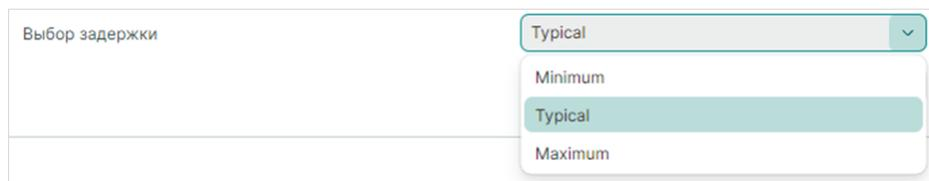

Рис. 111 Выбор режима задержки
- «Выбор задержки» – выбор режима задержки. Зависит от наличия соответствующих директив в файлах Verilog-проектов, см. Рис. 111.